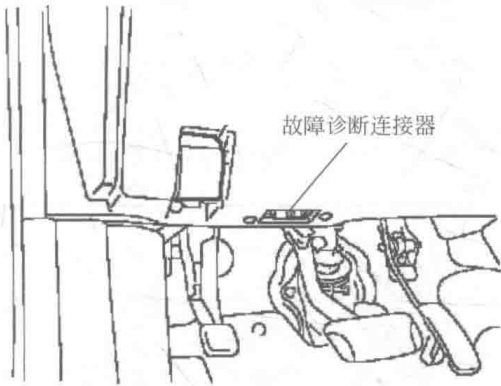
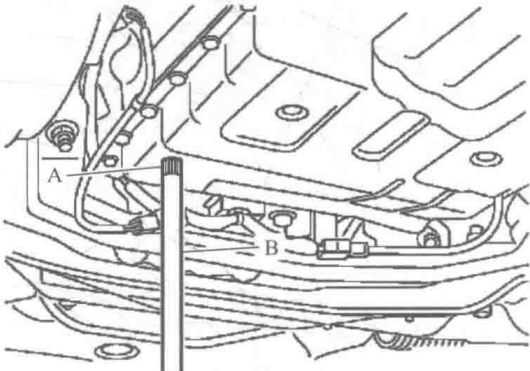

图 1-1-5 故障诊断连接器位置识别
图 1-1-9 加注管和加注泵软管识别
3	如图 1-1-5 所示，把故障诊断仪 CONSULT 连接到故障诊断连接器上，操作诊断仪，读取自动变速器油液温度
2	① 如图 1-1-5 所示，把故障诊断仪 CONSULT 连接到故障诊断连接器上，操作诊断仪，读取自动变速器油液温度，确认油位低于 40℃ ② 举升车辆 ③ 松开油底壳上的自动变速器油液泄放塞，泄放自动变速器油液，等到油液开始滴落时，先把泄放塞拧紧到油底壳上 ④ 从油底壳上拆下溢流塞 ⑤ 把图 1-1-9 所示的加注管安装到油底壳上的溢流塞孔上，把加注泵软管安装到加注管上，使软管彻底插入加注管 ⑥ 加注约 3L 自动变速器油液 ⑦ 拆卸加注泵软管，拆下加注管，把溢流塞暂时拧紧到油底壳上 ⑧ 降下车辆 ⑨ 启动发动机，等待 3min ⑩ 关闭发动机
4	① 如图 1-1-5 所示，把故障诊断仪 CONSULT 连接到故障诊断连接器上，操作诊断仪，读取自动变速器油液温度，确认油位低于 40℃ ② 举升车辆
④ 从油底壳上拆下溢流塞
⑤ 把图 1-1-9 所示的加注管安装到油底壳上的溢流塞孔上，把加注泵软管安装到加注管上，使软管彻底插入加注管
⑥ 加注约 3L 自动变速器油液
⑦ 拆卸加注泵软管，拆下加注管，把溢流塞暂时拧紧到油底壳上
⑧ 降下车辆
⑨ 启动发动机，使自动变速器油液保持在 40℃（用 CONSULT 诊断仪读取油温）
⑩ 把车停放在平坦地面上，设置好驻车制动
⑪ 移动换挡杆，使其通过各个挡位，最后停留在 P 挡
⑫ 举升车辆，发动机保持怠速，当自动变速器油液温度接近 40℃ 时，从油底壳上拆下溢流管
⑬ 等到油液开始滴落时，将新换的溢流塞紧固至 12.4N·m